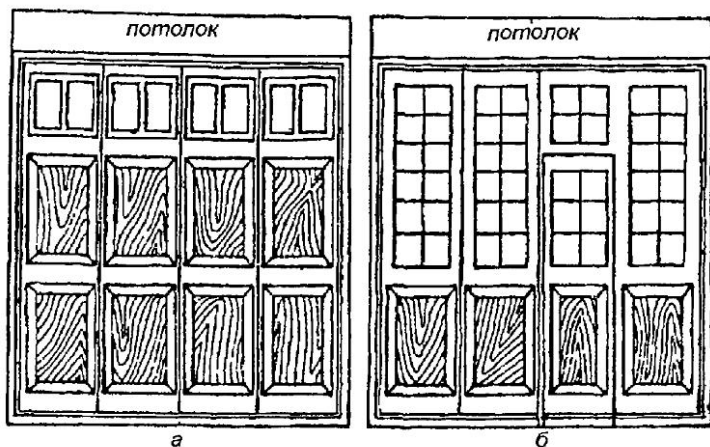

Рис. 159. Столярные перегородки
**Виды перегородок.** Столярные перегородки делают глухими, частично остекленными и остекленными на  $2/3$  их высоты (рис. 159). Глухие перегородки предназначены для разделения хорошо освещенного помещения на две части. Остекленные перегородки делают при устройстве стенок между неосвещенным коридором и прилегающими помещениями, а также при разделении в учреждениях комнат на две части.